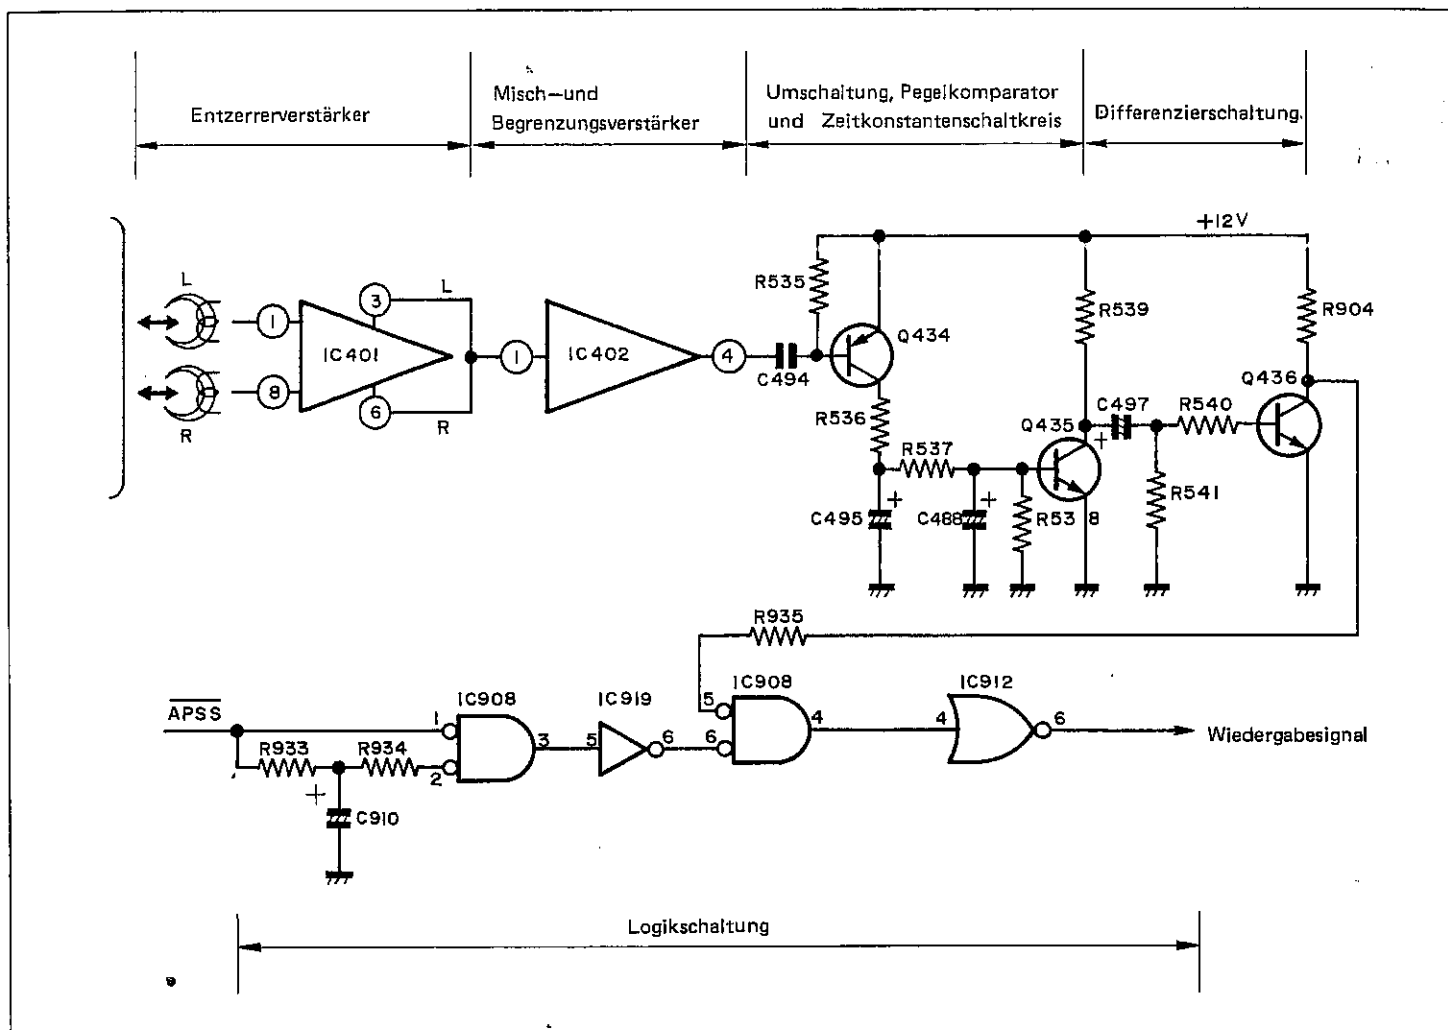

Abbildung 10
währleistet, zeitlich verzögert. Das Signal wird dann über Q435 der Basis des Q436 zugeleitet. (C497 zwischen dem Kollektor des Q435 und der Basis des Q436 dient als Differenzierschaltung.) Vom Kollektor des Q436 kommend wird das Signal dann über den Stift ⑩ des CNP404/CNS404 dem Stift ⑤ des IC908 zugeleitet. In der "Schnellsuch-Betriebsart" wird der erwähnte IC908 durch die Zeitkonstante t_3 , durch R933 und C910 gewährleistet, beeinflusst, wobei das Signal hier zeitlich verzögert und vom Stift ⑥ des IC908 abgeleitet wird. In diesem Zusammenhang ist zu beachten, daß der am Kollektor des Q436 erzeugte Impuls dem Stift ⑤ des IC908 zugeleitet und von dessen Stift ④ abgeleitet wird. Nach Polaritätsumkehrung erscheint der Impuls schließlich am Stift ⑬ des IC916, dessen Wellenformen in der Abbildung 10 gezeigt werden. Auf diese Weise erkennt das Gerät eine signalfreie Leerstelle zwischen zwei Programmen, um dann automatisch mit der Wiedergabe zu beginnen.